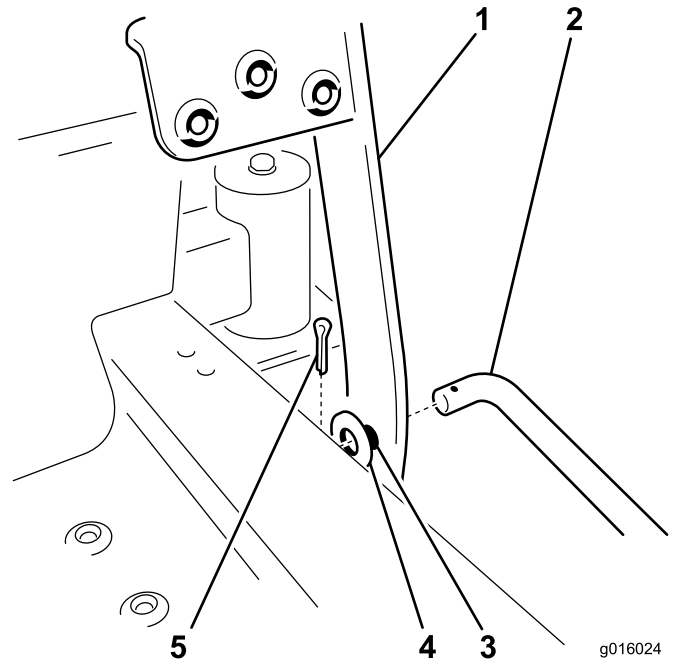

Bild 7
Pedalarms (Bild 7). Setzen Sie eine Scheibe über das herausragende Ende und befestigen Sie diese mit einem Splint.
3. Befestigen Sie das Pedal mit 2 Flachscheibe (Innendurchmesser von 17/32 Zoll) und einem Splint (Bild 7).